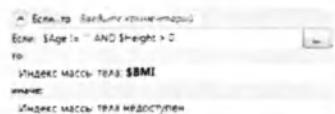

Рис. 2.72
Рассмотрим упомянутый выше пример с индексом массы тела (рис. 2.72).
Если введены возраст (тег \$Age) и рост (тег \$Height), то в протокол будет выведен текст «Индекс массы тела: [реальное значение индекса тела]», в противном случае будет выведен текст «Индекс массы тела недоступен». Рассмотрим подробнее строку «Если \$Age != "" AND \$Height > 0, то». Она читается так: если возраст (\$Age) не равен (!=) пустой строке (""), то есть не пустой, и (AND) рост (\$Height) больше (>) нуля (0), то... Для получения подсказки по формированию подобных логических выражений нажмите кнопку  (рис. 2.72). Необходимо обратить внимание на то, что для тегов \$Age и \$Height используются разные варианты сравнений (в одном случае «!=», в другом — «>»). Как видно из рис. 2.48, «\$Age (Строка) | Возраст пациента» и «\$Height (Число) | Рост пациента (см)». То есть для возраста и роста использован разный тип данных (строка и число), поэтому применяются разные способы сравнения. Возраст в программе задается строкой, так как он может представлять собой выражение вида «59 лет», «41 год», «1 год 2 месяца», «25 дней», рост же всегда выражен в сантиметрах и может быть представлен числом.